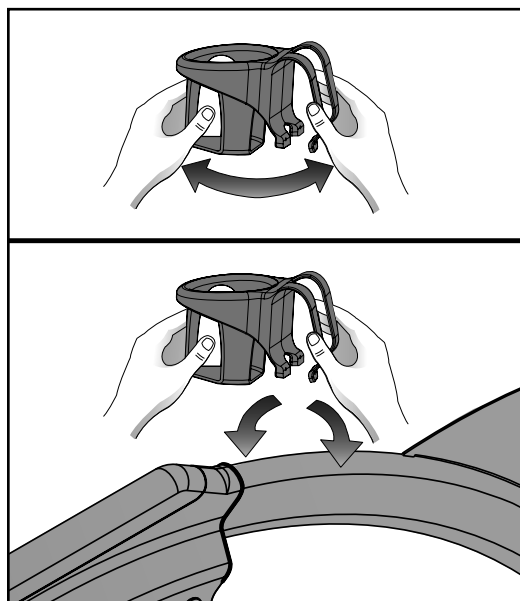

Figure 6
- A. Tenez le porte-bouteille d'eau (n° 3) avec vos deux mains et tirez-le avec précaution vers l'extérieur, puis continuez à tirer (en le maintenant ouvert) pendant l'étape 7B. Reportez-vous à la figure 6.
- B. Placez le porte-bouteille d'eau (n° 3) sur le châssis, le côté le plus large à l'extérieur du châssis, tel qu'illustré à la figure 6.